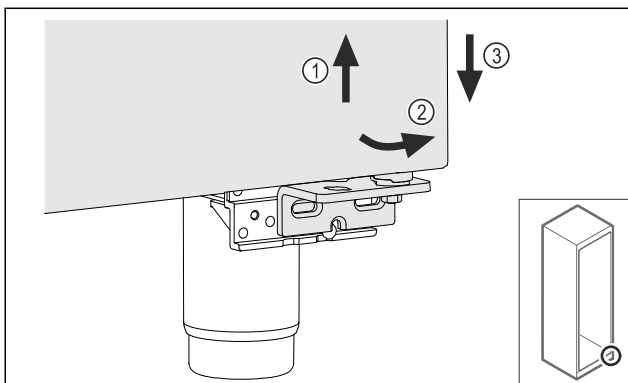

Fig. 20
- Deur iets optillen Fig. 20 (1), onderzijde naar voren kantelen Fig. 20 (2) en laten zakken Fig. 20 (3).